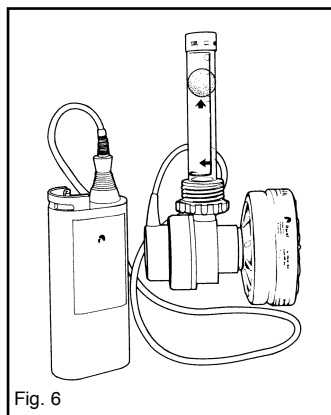

Fig. 6
2. Insérer la base du débitmètre dans l'orifice de sortie de l'ensemble souffleur et filtre (fig. 6) Tourner l'interrupteur du bloc-batterie à la position marche (ON).
Le filtre SP3 3M utilisé avec le système Powerflow™ 3M™ doit être changé lorsqu'il est encrassé ou si le débit d'air diminue pendant la vérification de l'ajustement (fig. 6) Vérifier fréquemment le système à l'aide du débitmètre fourni et se conformer aux exigences de débit du système 3M. La durée utile du filtre varie en fonction de la concentration des particules. Mettre les filtres usés au rebut conformément aux lois et aux règlements fédéraux, provinciaux et municipaux en vigueur.